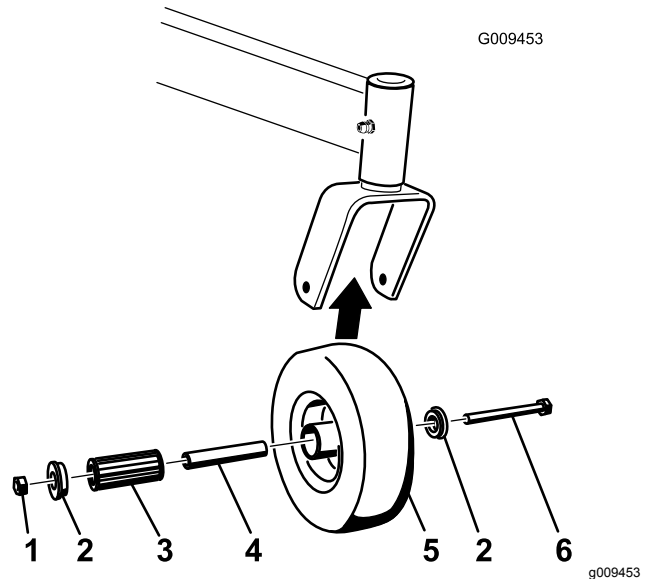

Figure 61
1. Enlevez le contre-écrou et le boulon qui fixent la roue pivotante à la fourche (**Figure 61**).
2. Enlevez une bague, puis sortez la douille pour clé et le roulement à rouleaux du moyeu de roue (**Figure 61**).
3. Enlevez l'autre bague du moyeu, puis nettoyez la graisse et les saletés éventuellement présentes dans le moyeu (**Figure 61**).
Remarque: Remplacez les pièces endommagées ou usées (**Figure 61**).
5. Placez une bague dans le moyeu (**Figure 61**).
6. Lubrifiez le roulement à rouleaux et la douille pour clé, et insérez-les dans le moyeu (**Figure 61**).
7. Mettez la deuxième bague dans le moyeu (**Figure 61**).
8. Montez la roue pivotante dans la fourche à l'aide du boulon et du contre-écrou (Figure 61).
9. Serrez le contre-écrou jusqu'à ce que la base de la douille pour clé soit en appui contre l'intérieur de la fourche (Figure 61).